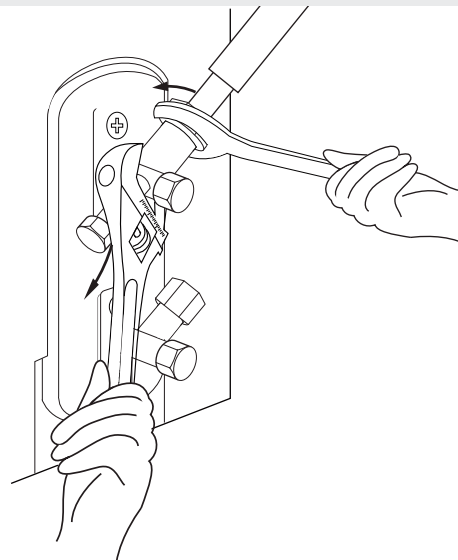

**Abb. 6.9**
1. Schrauben Sie die Abdeckung von der Platte des Außengeräts ab. (Siehe Abb. 6.9)